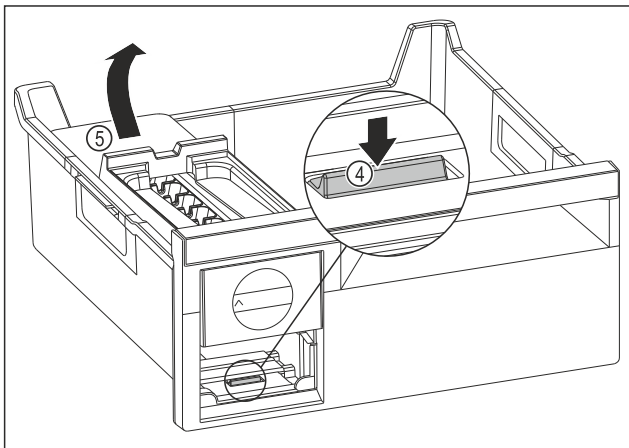

Fig. 130
- ▶ Scoaterea corpului EasyTwist-Ice: Apăsați eclisa Fig. 130 (4) cu degetele în jos și concomitent cu cealaltă mână ridicați corpul EasyTwist-Ice Fig. 130 (5) din spate.